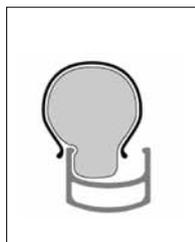

FIGURE 52:
6. Poussez le pneu et la chambre à air de telle sorte que la chambre à air se retrouve à l'intérieur de la jante (Figure 52).